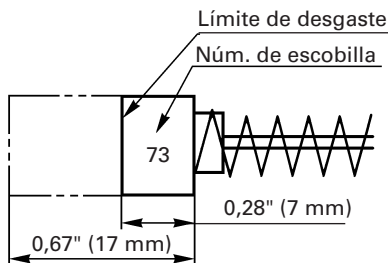

Fig. 20
4. Inspeccionar los escobillas de carb3n (Fig. 20)
NOTA: Utilice las escobillas HITACHI Núm. 73 indicadas en la Fig. 20.